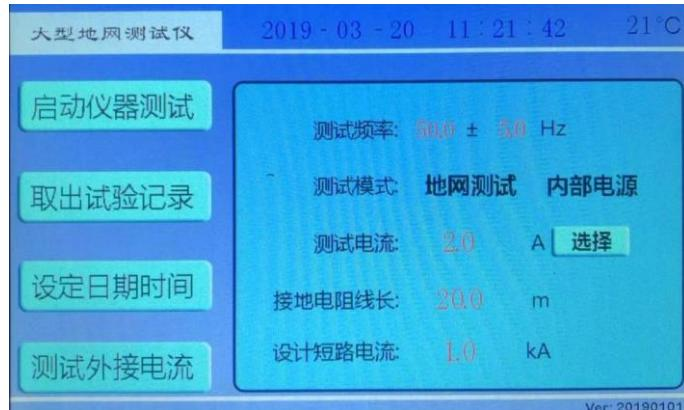
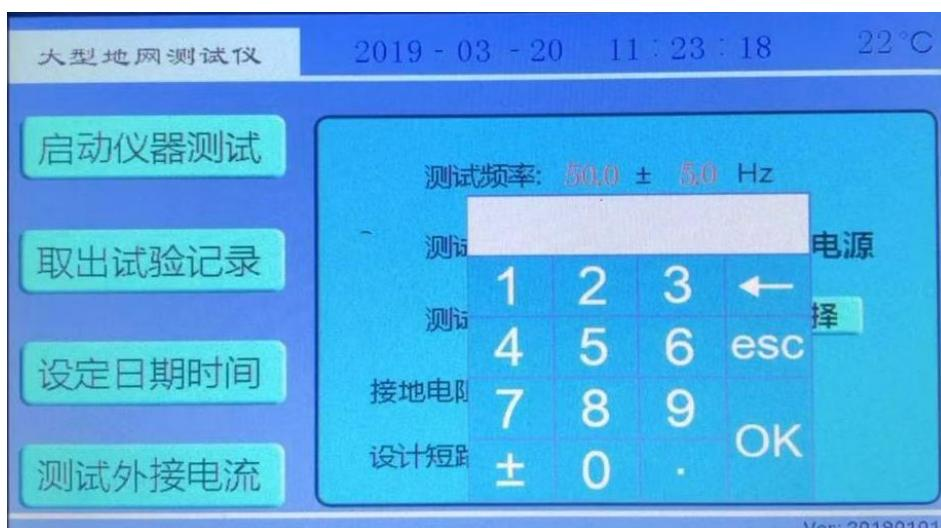
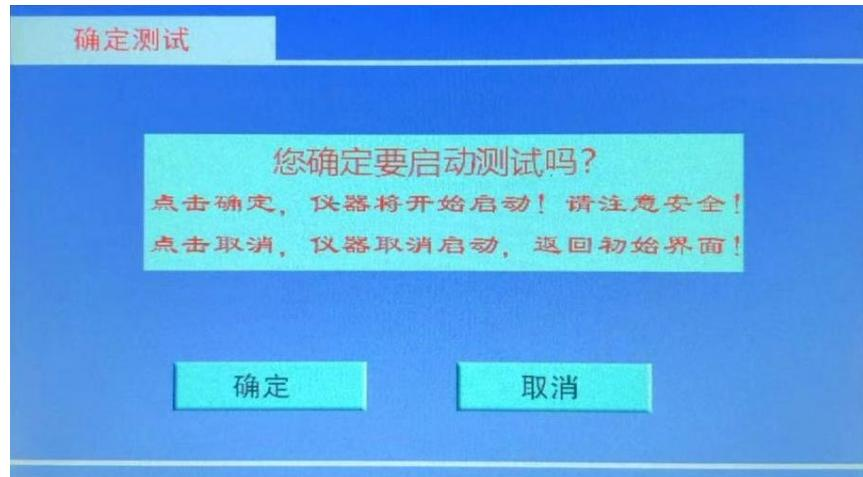

图 5 开机界面
图 9 红色数字参数修改界面
图 10 测试确认界面
1. 打开电源开关，计算机进行自检，几秒钟后，液晶屏显示中文主菜单如图 5 所示，表示自检成功。
7) 开机界面(图 5)下, 红色数字的修改。如测试频率等项目, 只需要使用触屏笔或手指点击, 就可弹出数字键盘, 然后修改即可。 (图 9)
在开机界面(图 5)下，测试模式选择**地网测试**，使用触屏笔或手指点击启动仪器测试，出现测试确认界面(图 10)：
点击**确定**，将开始升流测试。**请确认已经接好测试线**。此时将出现**地网测试界面**(图 11)。点击**取消**，仪器将返回开机界面(图 5)。
此时按下退出，返回到开机界面(图 5)。按下打印，打印出结果。
在开机界面(图 5)下, 测试模式选择接地电阻, (线长一般选择 20 米) 使用触屏笔或手指点击启动仪器测试, 出现测试确认界面 (图 14) :
点击确定, 将开始升流测试. **请确认已经接好测试线.** 此时将出现接地电阻测试界面(图 15)。点击取消, 仪器将返回开机界面(图 5)。
在开机界面(图 5)下, 测试模式选择跨步电压, (短路电流一般为 1kA) 使用触屏笔或手指点击启动仪器测试, 出现测试确认界面 (图 18) :
点击确定, 将开始升流测试. **请确认已经接好测试线.** 此时将出现跨步电压测试界面(图 19)。点击取消, 仪器将返回开机界面(图 5)。
此时按下退出，返回到开机界面（图 5）。按下打印，打印出结果。